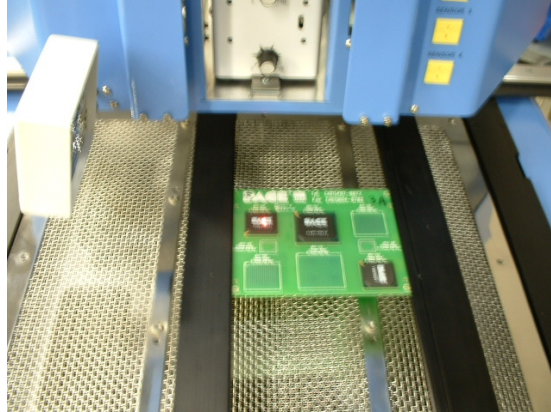

Figure 20
- ii. Placer la carte de sorte que le laser rouge de repérage soit centré sur le composant. Faire bouger la carte dans les bras pour faire avancer ou reculer la carte. Pour déplacer l'ensemble à gauche ou à droite, pousser sur la poignée de déverrouillage et déplacer l'ensemble. Tirer la poignée de déverrouillage vers soi pour sécuriser l'ensemble. (Figure 20)